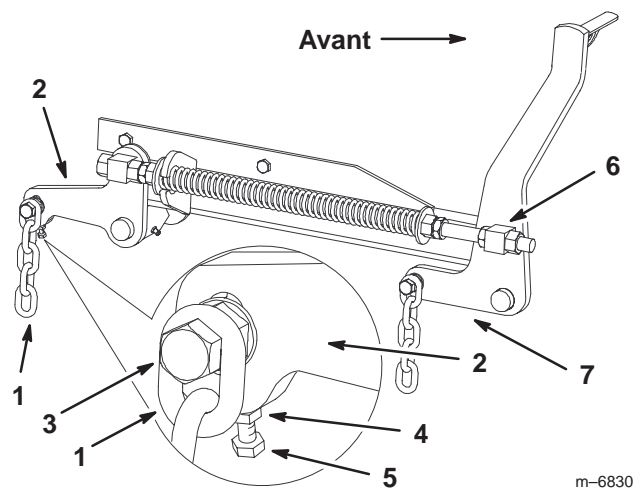

Figure 66
7. Si la distance mesurée au point **B** ou **C** n'est pas correcte, desserrez le boulon qui fixe la chaîne arrière au bras de support arrière (Fig. 66).